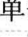

图 1-36 “Creo Parametric 2.0 属性”对话框
- 在桌面上的 Creo Parametric 2.0 图标上单击鼠标右键,在弹出的快捷菜单中选择“属性”命令,弹出“Creo Parametric 2.0 属性”对话框,如图 1-36 所示,在“起始位置”文本框中输入有效的地址,并单击“确定”按钮。